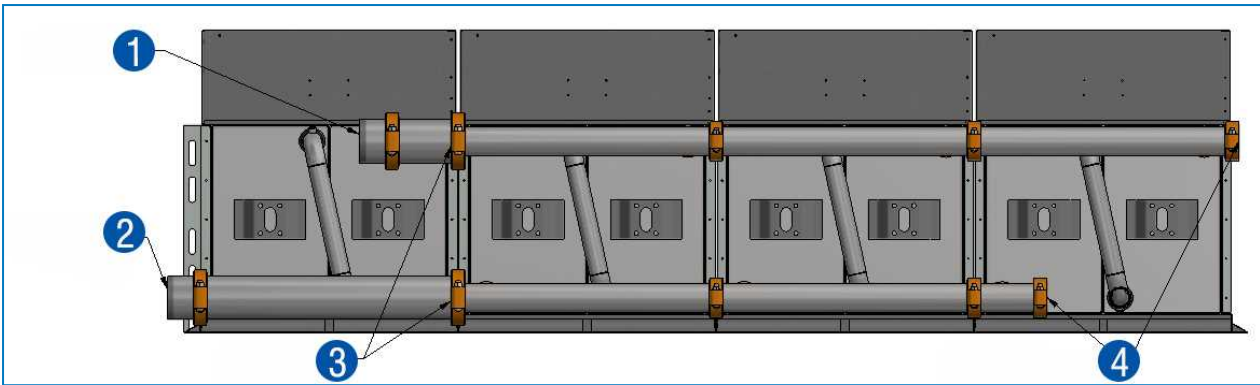

Abbildung 21 Verteileranordnung – 1. Anschlusseinlass, 2. Anschlussauslass (LWT-Port), 3. Victaulic-Reduzierer, 4. Victaulic mit Endkappe.
2. In der Zeichnung im Lieferpaket finden Sie Menge und Größe des Rohrs sowie Ort. Beginnen Sie mit dem Einbauen der Rohre immer an der Seite, die vom beabsichtigten Systemanschluss am weitesten entfernt ist. Siehe Abbildung 21. Nähere Informationen siehe Lieferpaket.
Für manche Aufgaben sind Victaulic-Reduzierer zum Ändern des Durchmessers erforderlich (siehe Abbildung 21).